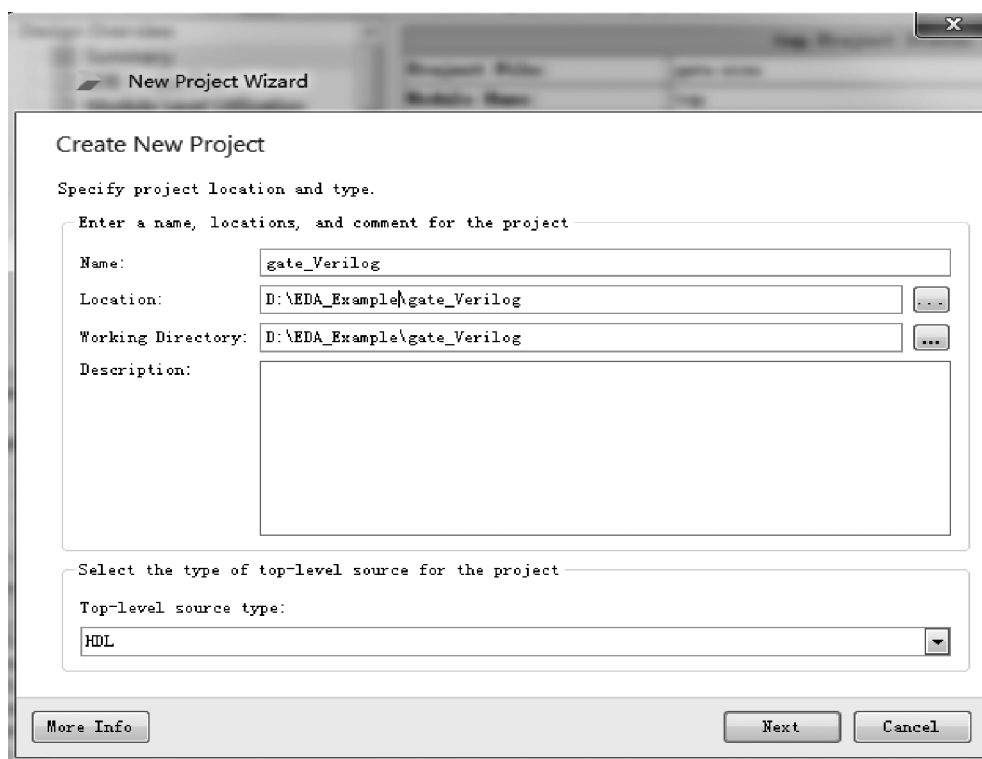
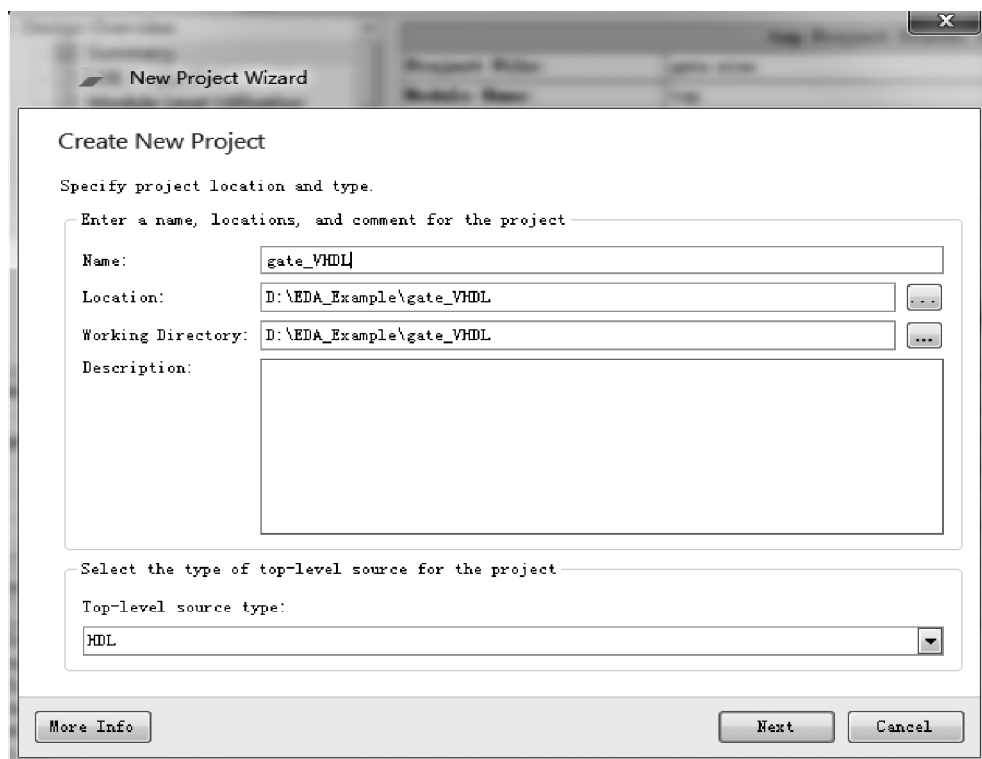

图 3.3 建立工程向导界面(Verilog)
图 3.4 建立工程向导界面(VHDL)
(2) 打开 ISE 设计软件。在 ISE 主界面主菜单下,选择 File→New Project。
(3) 出现 New Project Wizard(新工程向导界面)。对于使用 Verilog HDL 的设计者,如图 3.3 所示,按下面参数设置:①Name: gate_Verilog;②Location: D:\EDA_Example\gate_verilog;③Work Directory: D:\EDA_Example\gate_Verilog。对于使用 VHDL 的设计者,如图 3.4 所示,按下面参数设置:①Name: gate_VHDL;②Location: D:\EDA_Example\gate_VHDL;③Work Directory: D:\EDA_Example\gate_VHDL;④Top-level source type: HDL。下面对 top-level source type 下拉框的内容说明如下:①HDL: 顶层设计使用 HDL 语言实现;②Schematic: 顶层设计使用原理图实现;③EDIF: 顶层设计使用电子设计交换格式(electronic design interchange format,EDIF)实现;④NGC/NGD: 顶层设计使用 Xilinx 的 NGC/NGD 网表实现。单击 Next 按钮。